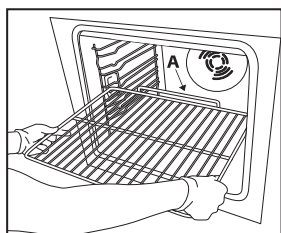

Fig. 1
1. Schuif het rooster horizontaal in de oven, met het verhoogde gedeelte "A" omhoog gericht (Fig. 1).